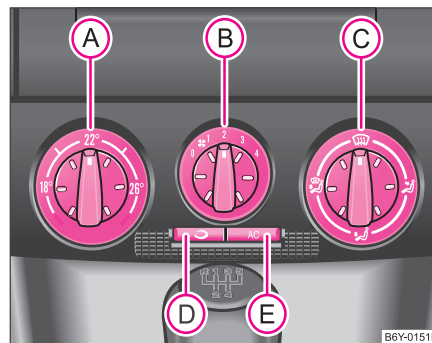

Abb. 87 Klimaanlage: Bedienelemente
Die Klimaanlage arbeitet, wenn der Schalter **AC** \Rightarrow Seite 98, Abb. 87 **E** gedrückt ist und folgende Bedingungen erfüllt sind:
- Drehen Sie den Drehregler **(A)** ⇒ **Abb. 87** nach rechts, um die Temperatur zu erhöhen.
- Drehregler **(A)** ⇒ Seite 98, Abb. 87 bis zum Anschlag nach rechts
- Drehregler **(A)** ⇒ Seite 98, Abb. 87 bis zum Anschlag nach links
- Drücken Sie die Taste  ⇒ Seite 98, Abb. 87, das Tastensymbol  leuchtet auf. ▶
Wenn der Luftverteilungsregler  in der Position  ⇒ Seite 98, Abb. 87 steht, wird der Umluftbetrieb automatisch ausgeschaltet. Durch wiederholtes Drücken der Drucktaste  können Sie auch in dieser Stellung den Umluftbetrieb wieder einschalten.
Die Luftzufuhr für die einzelnen Düsen stellen Sie mit dem Luftverteilungsregler (C) ein ⇒ Seite 98, Abb. 87. Die Luftaustrittsdüsen 3 und 4 können einzeln geschlossen und geöffnet werden.
Aus den geöffneten Luftaustrittsdüsen strömt je nach Stellung des Drehreglers (A) ⇒ Seite 98, Abb. 87 und nach Klimabedingungen erwärmte, nicht erwärmte bzw. gekühlte Luft. ■